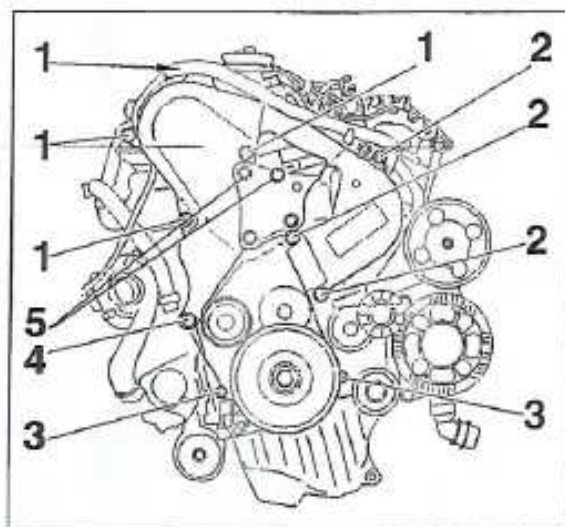

FIGURA 1-9
- los tornillos de fijación del cárter superior trasero y desmontarlo (figura 1-9).
- los tornillos de fijación del cárter superior delantero y desmontarlo (figura 1-9).
- los tornillos de fijación del cárter inferior y desmontarlo (figura 1-9).